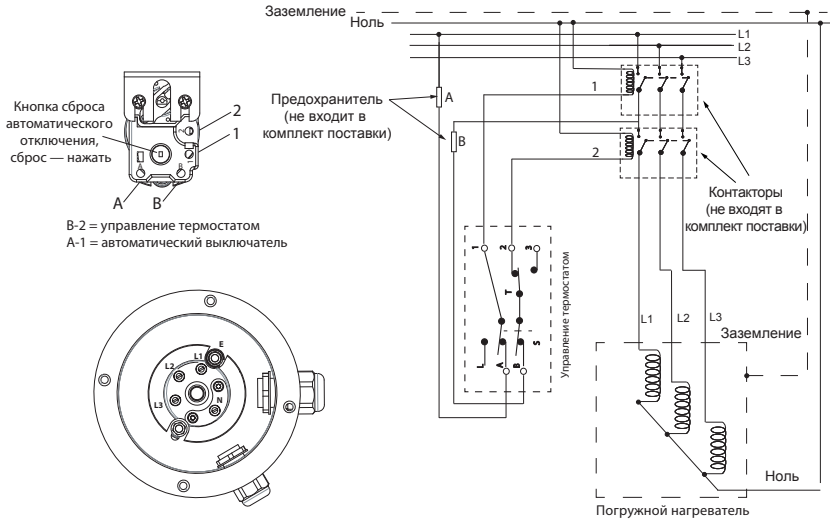
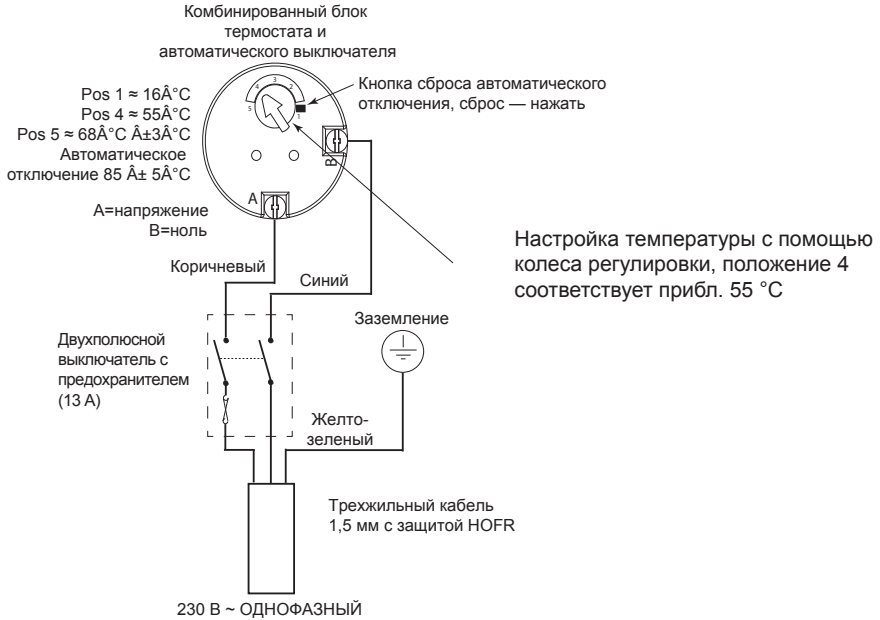

Рис. 2 — схема проводки для 6 кВт
Рис. 3 — расположение проводки для 3 кВт
- Подключите проводку к погружному нагревателю в соответствии с рис. 2 или рис. 3 и 4, в зависимости от того, какая модель погружного нагревателя используется — на 3 или на 6 кВт.